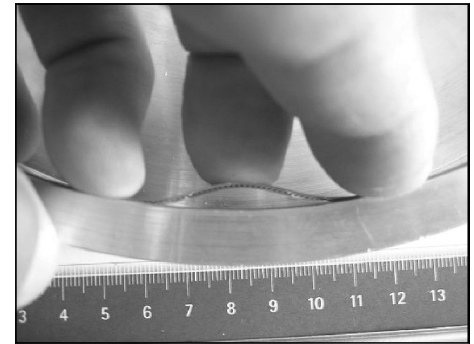

Bild 3
- Mit beiden Daumen die Wölbung von außen nach innen verkleinern, und von oben auf die Wölbung so viel Druck ausüben, dass das Band in die vorgesehene Mechanik einrastet (siehe Bild 3).
- Anschließend mit beiden Daumen die Wölbung von außen nach innen verkleinern und von oben auf die Wölbung soviel Druck ausüben, dass das Band in die vorgesehene Mechanik einrastet (Bild 3).